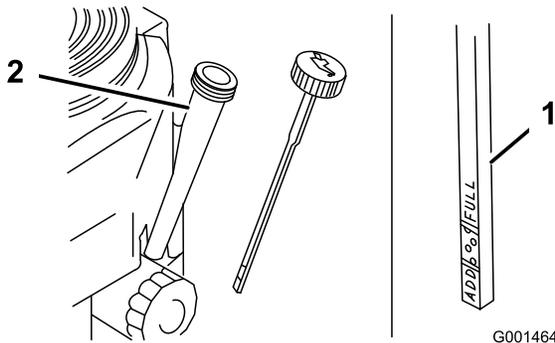

Figure 36
4. Nettoyez la surface autour de la jauge d'huile (Figure 36) pour éviter que des impuretés ne s'introduisent dans le goulot de remplissage, ce qui risquerait d'endommager le moteur.
5. Retirez la jauge d'huile et essuyez soigneusement son extrémité (Figure 36).
6. Remettez la jauge au fond du tube de remplissage, mais sans la visser (Figure 36).
8. Versez avec précaution environ 80 % de la quantité d'huile spécifiée dans le goulot de remplissage (Figure 36).